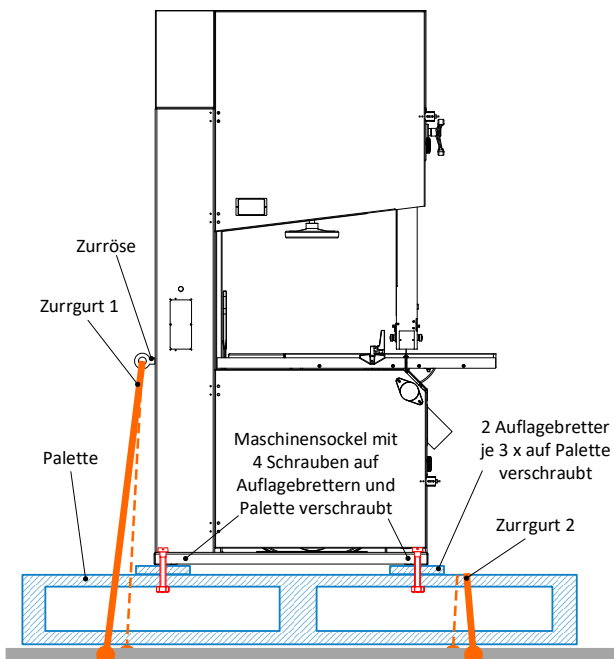

Abbildung 10: RAPID 400 / 500 / 600 verzurren
- Hierzu befindet sich an der Maschinensäule (links) eine Zurröse für Zurrurt 1 (siehe ⇒ Abbildung 10). Mit Zurrurt 2 wird die Palette direkt verzurt.